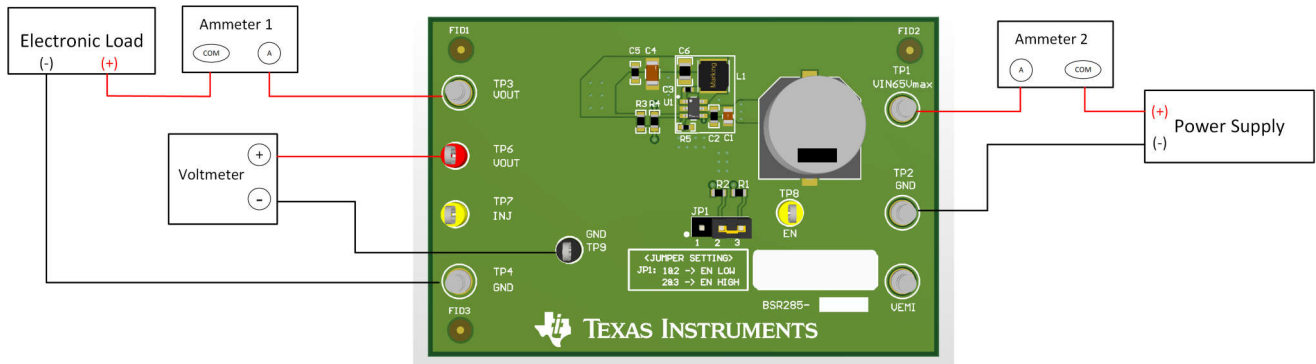

图 2-1. EVM 测试设置
参考表 2-1 所述的 EVM 连接，建议用于评估 LMR51603 的测试装置如图 2-1 所示。在提供 ESD 保护的工作站上工作时，请确保在处理 EVM 之前已连接所有腕带、靴带或垫子以使用户接地。
1. 在连接直流输入源之前，将输入源的电流限值设置为最大 0.1A。确保输入源最初设置为 0V 并连接到 VIN 和 GND 连接点，如图 2-1 所示。